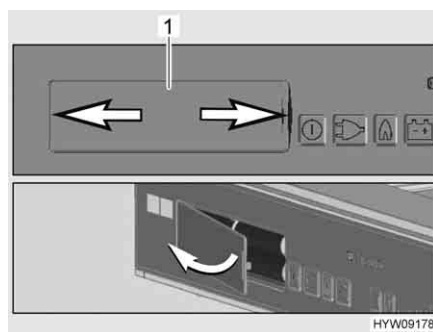

Fig. 185 Vano batteria
- Premere contemporaneamente a sinistra e a destra sul coperchio (Fig. 185,1) del vano batteria (freccia).